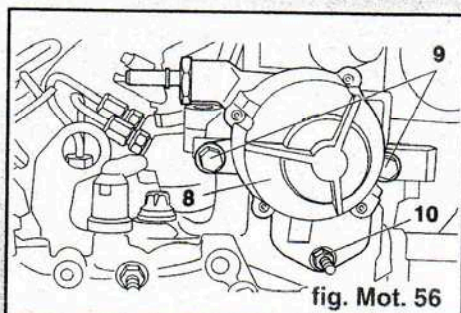

fig. Mot. 56
- les vis (9) (fig. Mot. 56)
- l'écrou (10)
- la pompe à vide (8)
- la pompe à vide (8) (munie d'un filtre et d'un joint torique neufs) (fig. Mot. 56)